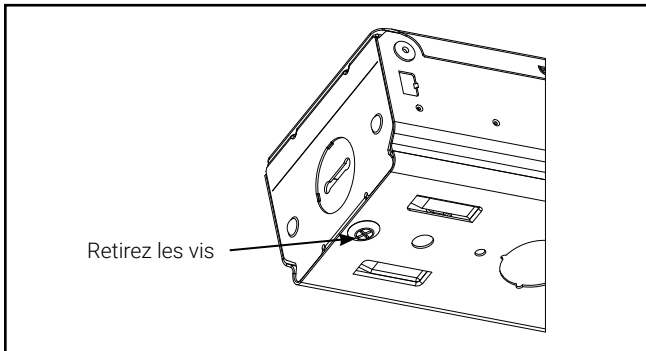

Figure 3.
2. Retirez la vis du fond du canal. La vis n'est plus nécessaire (Figure 3).